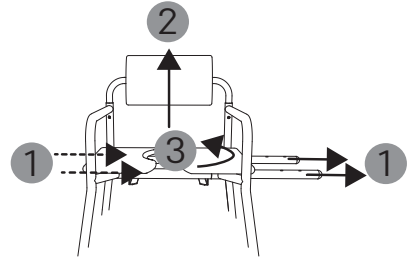

Abb. 23
2. Im nächsten Schritt schieben Sie die Steckrohre durch Drücken auf die Endkappen (links oder rechts) seitlich heraus (1, Abb. 23), sodass Sie auf der gegenüberliegenden Seite herauskommen. Nun können Sie die Steckrohre herausziehen (1, Abb. 23).
3. Die Sitzfläche ist gelöst und lässt sich jetzt hochnehmen (2, Abb. 23) und um 180° drehen (3, Abb. 23).